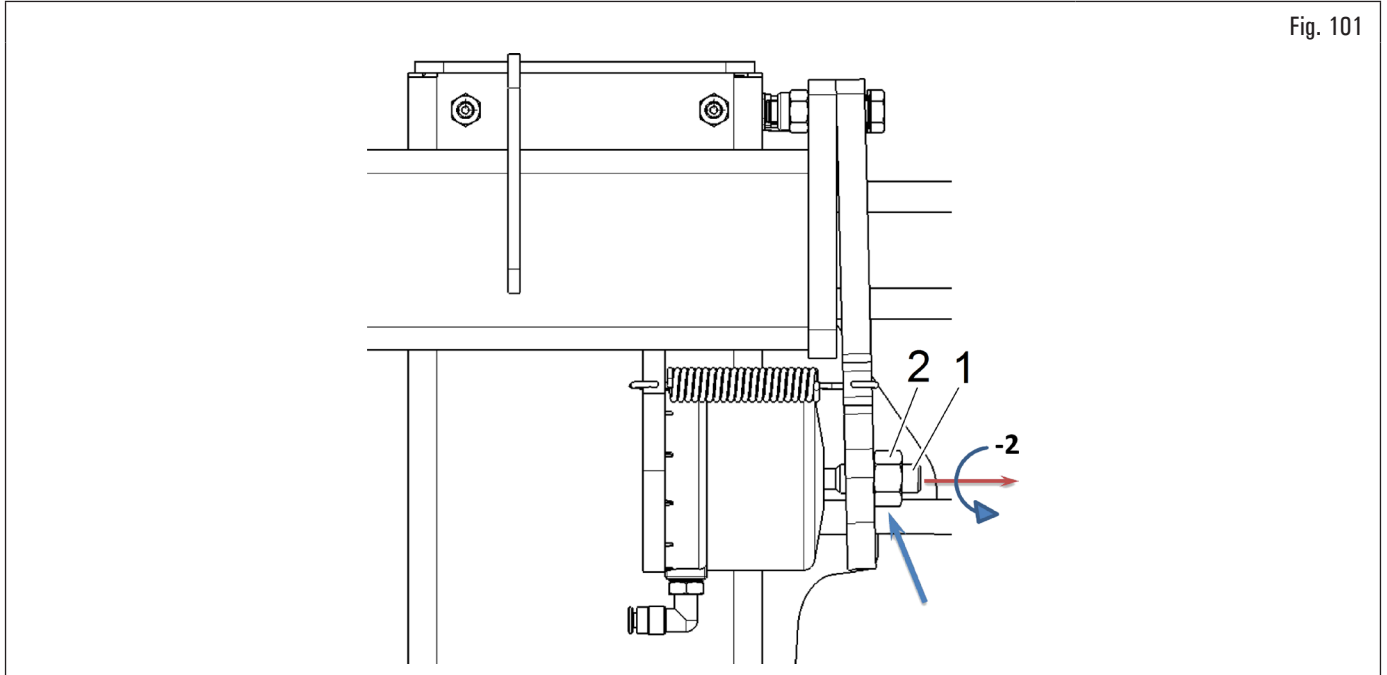

Fig. 101
4. posición alcanzada en el punto (3), destornillar en sentido antihorario el tornillo sin cabeza de registro del dispositivo de bloqueo de 2 revoluciones completas (Fig. 101 ref. 1) y apretar la relativa contratuerca (Fig. 101 ref. 2);